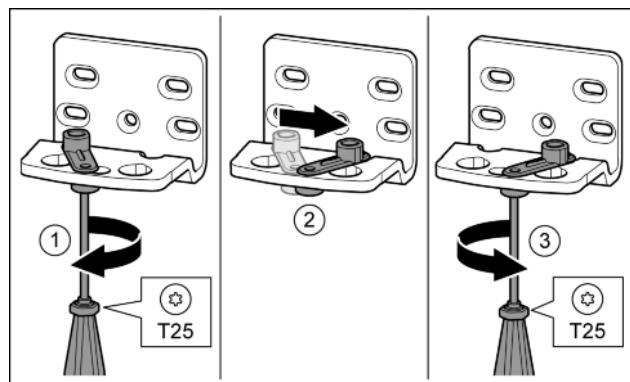

Fig. 16
- За допомогою викрутки T25 послабте гвинт. Fig. 16 (1)
- Допоміжний засіб для закривання дверцят підніміть і поверніть в отворі праворуч на 90°. Fig. 16 (2)
- За допомогою викрутки T25 закрутіть гвинт. Fig. 16 (3)